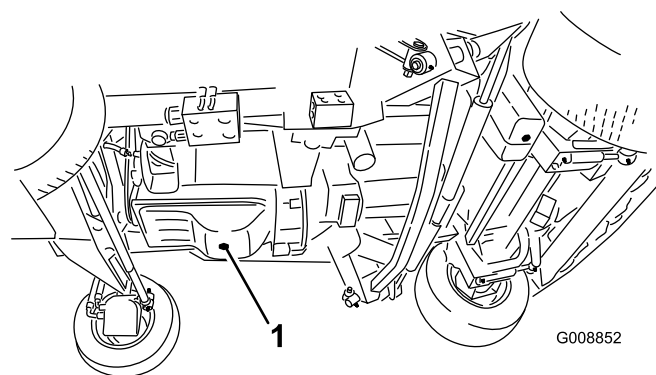

図 61
1. ドレンプラグ (図 61) を外してオイルを容器に受ける。オイルが抜けたらドレン・プラグを取り付ける。